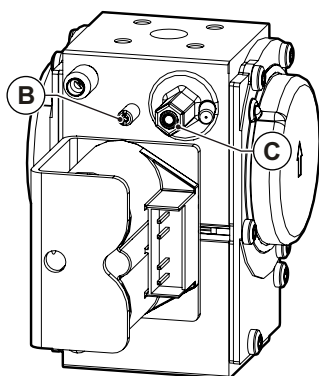
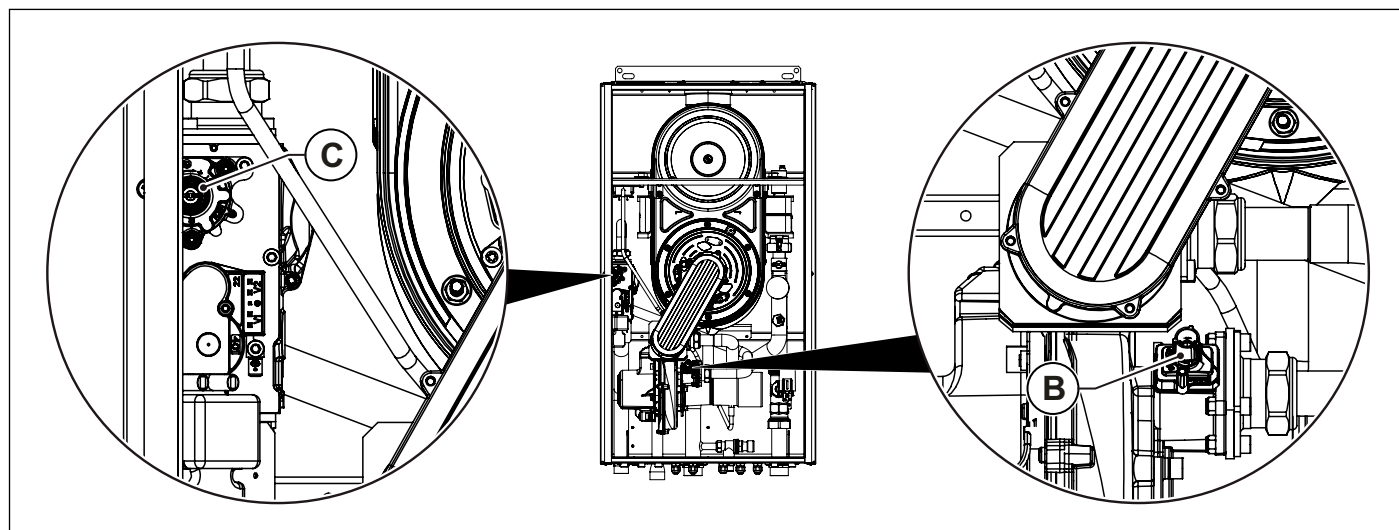

Fig. 47 Reglare valoare dioxid de carbon KR 85 - KR 99 - KR 120
Fig. 48 Reglare valoare dioxid de carbon KR 150
- Reglați valoarea dioxidului de carbon (CO₂) din gazele arse, rotind regulatorul de raport **B** (vezi Fig. 47 Reglare valoare dioxid de carbon KR 85 - KR 99 - KR 120 și Fig. 48 Reglare valoare dioxid de carbon KR 150) și asigurați-vă că reintră în limitele din Tab. 1 Date de calibrare KR 85 și a Tab. 2 Date de calibrare KR 99 și a Tab. 3 Date de calibrare KR 120 și a Tab. 4 Date de calibrare KR 150.
- Reglați valoarea dioxidului de carbon (CO₂) din gazele arse, rotind regulatorul **C** (vezi Fig. 47 Reglare valoare dioxid de carbon KR 85 - KR 99 - KR 120 și Fig. 48 Reglare valoare dioxid de carbon KR 150) și asigurați-vă că reintră în limitele din Tab. 1 Date de calibrare KR 85 și a Tab. 2 Date de calibrare KR 99 și a Tab. 3 Date de calibrare KR 120 și a Tab. 4 Date de calibrare KR 150.